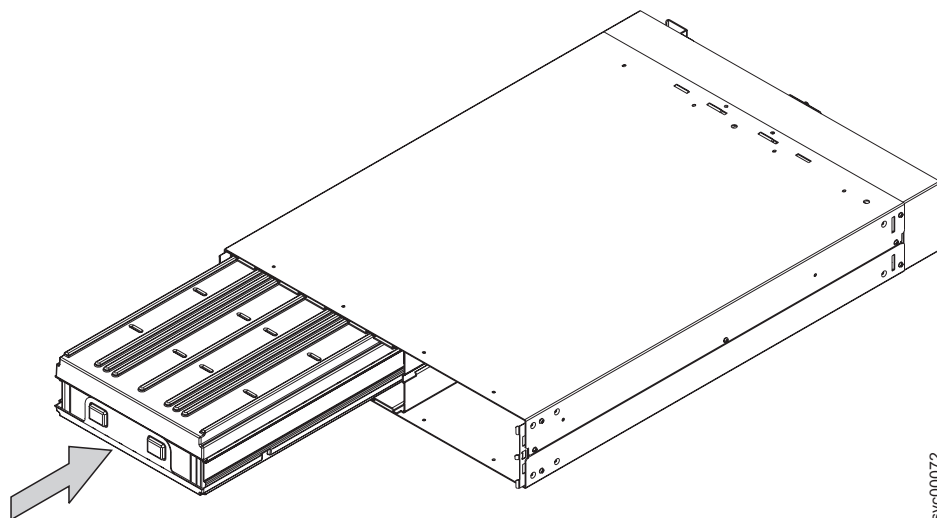

図 310. 2145 無停電電源装置 バッテリー・プレートの再取り付け
3. 737 ページの図 310 に示すように、バッテリー・プレートを取り替えます。